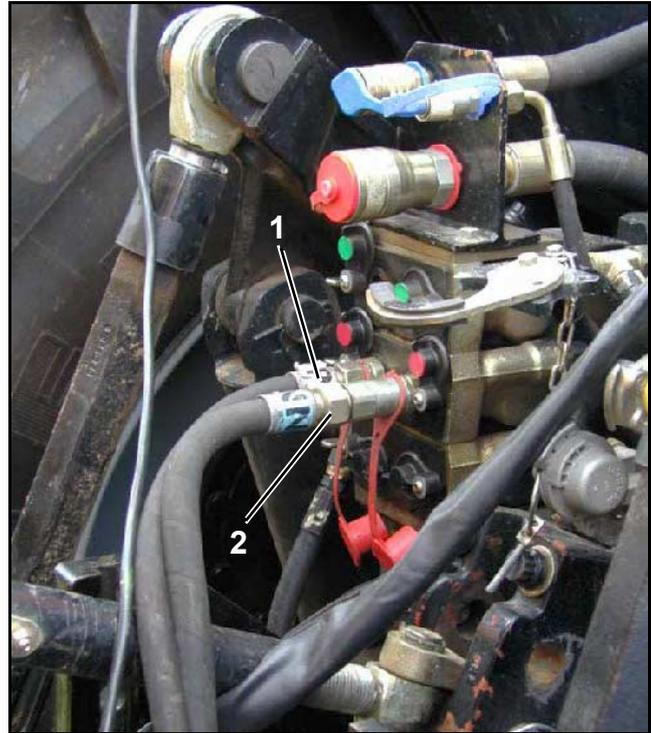

Fig. 8.35
- ≠# 1 distributeur simple effet pour le raccordement au circuit en pression (Fig. 8.35/1).
- ≠# 1 un retour libre pour le raccordement du retour d'huile (Fig. 8.35/2).